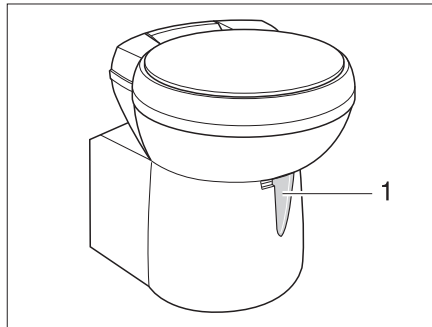

Fig. 380 Cuvette Thetford, orientable
- Avant d'actionner la chasse d'eau, ouvrir le curseur des toilettes Thetford. Pousser pour cela le levier du curseur (Fig. 380,1) dans le sens inverse des aiguilles d'une montre.
- Pousser le levier du curseur (Fig. 380,1) dans le sens des aiguilles d'une montre. Le curseur se ferme. Pour la vidange il **faut** que le curseur des toilettes Thetford soit fermé.